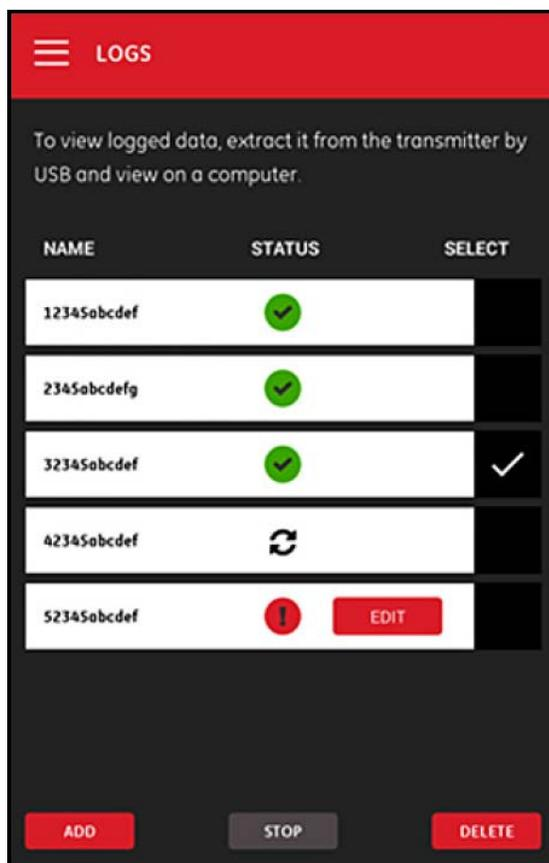

Рис. 100: Главное меню LOGS (ЖУРНАЛЫ РЕГИСТРАЦИИ)
В главном меню LOGS (ЖУРНАЛЫ РЕГИСТРАЦИИ) (см. Рис. 100 ниже) указываются все существующие журналы регистрации и их текущее состояние. Каждый указанный журнал регистрации можно редактировать, выключить или удалить, в зависимости от его текущего состояния.
1. В главном меню LOGS (см. Рисунок 100 на странице 87) щелкните столбец SELECT (ВЫБРАТЬ) справа от журнала, который вы хотите удалить.
1. В главном меню LOGS (см. Рисунок 100 на странице 87) щелкните столбец SELECT (ВЫБРАТЬ) справа от журнала, который вы хотите выключить.
1. В главном меню LOGS (см. Рисунок 100 на странице 87) щелкните столбец SELECT (ВЫБРАТЬ) справа от журнала, который вы хотите редактировать.